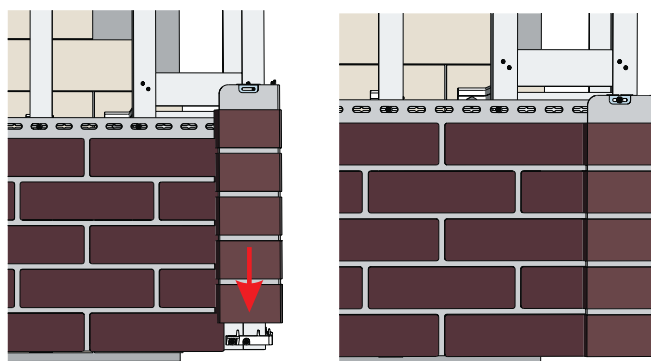
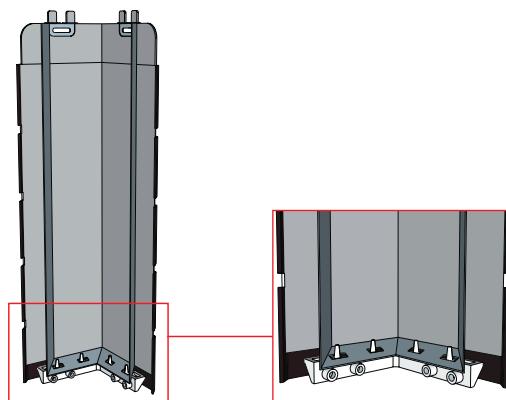

Рисунок 99
Рисунок 100
- 18.2** Вставьте угол в стартовый элемент (Рис. 99, Рис. 100), зафиксируйте угол саморезами в верхней части в перфорационное отверстие. Далее по высоте углы вставляются и монтируются друг в друга.